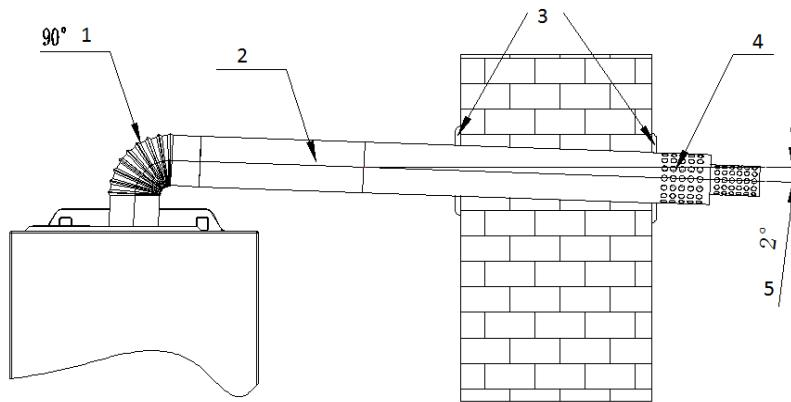

Рис. 15
В зависимости от фактического места установки котла можно столкнуться с ситуацией, когда длины трубы дымоотвода будет недостаточно для монтажа, или же необходим дополнительный поворот на  $90^\circ$ , тогда возможно, основываясь на фактической потребности, заказать удлинение трубы или дополнительные отводы  $90^\circ$ , смотри рис. 15.
**ВНИМАНИЕ:** Общая составная длина (с учетом возможных поворотов на 90°) прямой трубы коаксиального дымо-/воздуховода (считая сразу же от отвода 90° после выхода из котла) не должна превышать 3 м (см. рис. 15), при этом каждый дополнительный отвод 90° равнозначен увеличению длины трубы коаксиального дымо-/воздуховода на 1 м.
Раздельная система дымоходов и воздуховодов диаметром 80мм часто применяется в случаях монтажа, когда невозможно использование коаксиальной системы дымо-/воздуховода типа «труба в трубе» из-за превышения максимально допустимой длины, или при поквартирном отоплении многоэтажных домов в случае необходимости подсоединения к различным вертикальным коллективным (идущим через несколько этажей) каналам дымохода и воздухозабора (см. схемы на рис. 15а).
**ВНИМАНИЕ:** Общая составная длина (с учетом возможных поворотов на 90° и 45°) труб дымохода и воздуховода (считая сразу же от отвода 90° после выхода из котла) **не должна превышать максимальных расстояний, указанных на рис. 15а**, при этом каждый дополнительный отвод 90° равнозначен увеличению длины трубы дымохода или воздуховода на 1 м, а каждый дополнительный отвод 45° равнозначен увеличению длины трубы дымохода или воздуховода на 0,5 м.
Обзор возможных вариантов подключения котла к различным исполнениям и типам дымо-/воздуховодных систем приведен на рис.15а.
Рис. 15а.